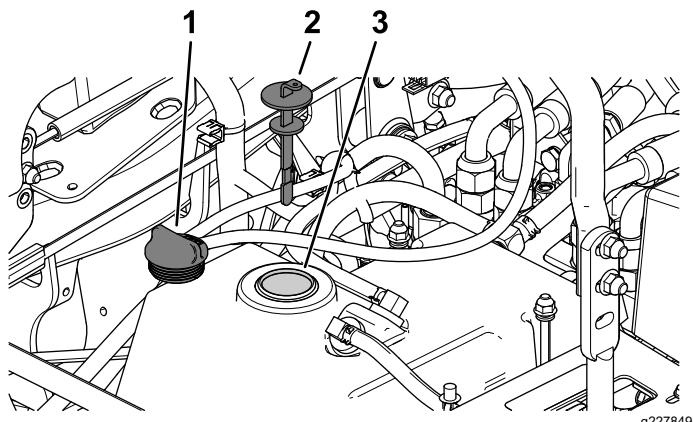

Bild 66
- Nehmen Sie den Deckel des Hydraulikbehälters ab (Bild 66).
- Nehmen Sie den Peilstab heraus und wischen Sie ihn mit einem sauberen Lappen ab (Bild 66).